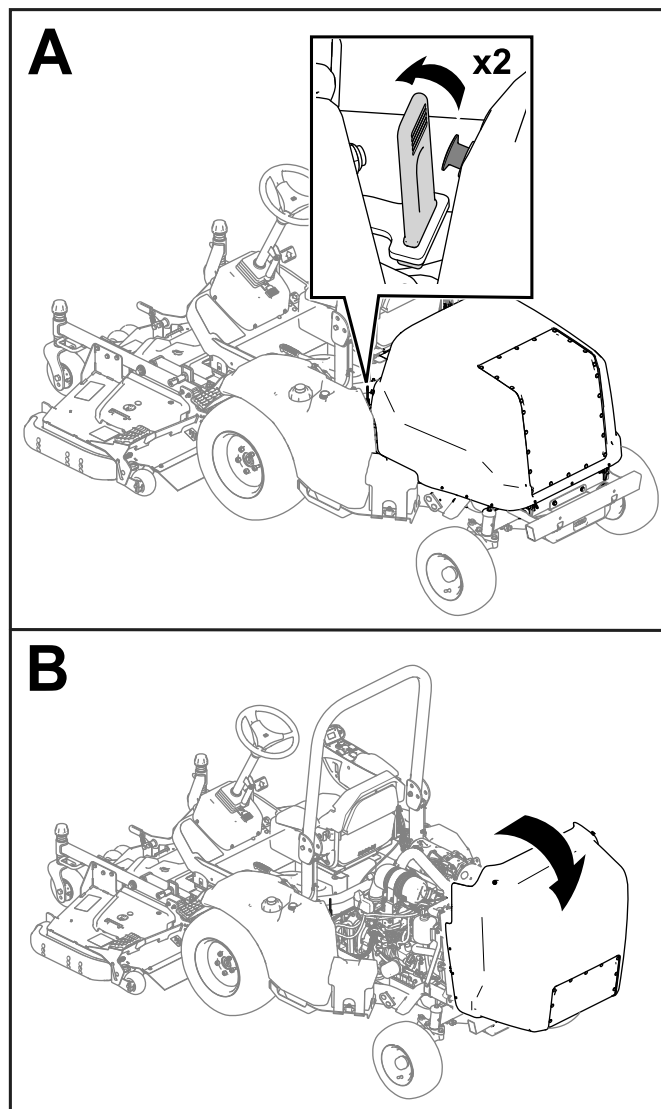

图 46
1. 从机器两侧松开箍带 图 46。
2. 提升机罩 图 46。